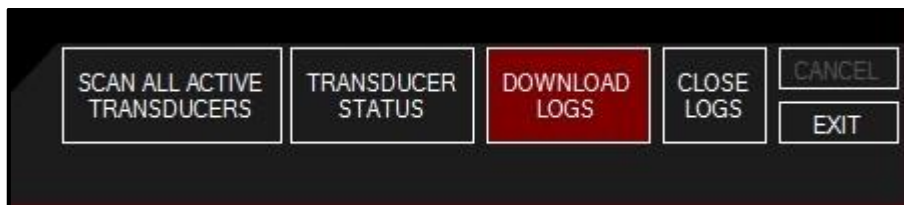

图 5.3-1: 下载记录按钮
1. 点击主屏幕上的“Download Logs”按钮（图 5.3-1）。